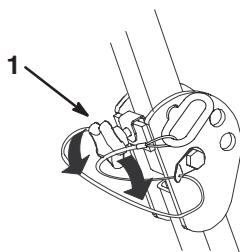

Figure 4
1. Pour abaisser l'arceau de sécurité, desserrez les poignées avant (Fig. 4).
7. Serrez les poignées avant contre les extrémités centrales de l'arceau de sécurité (Fig. 4).